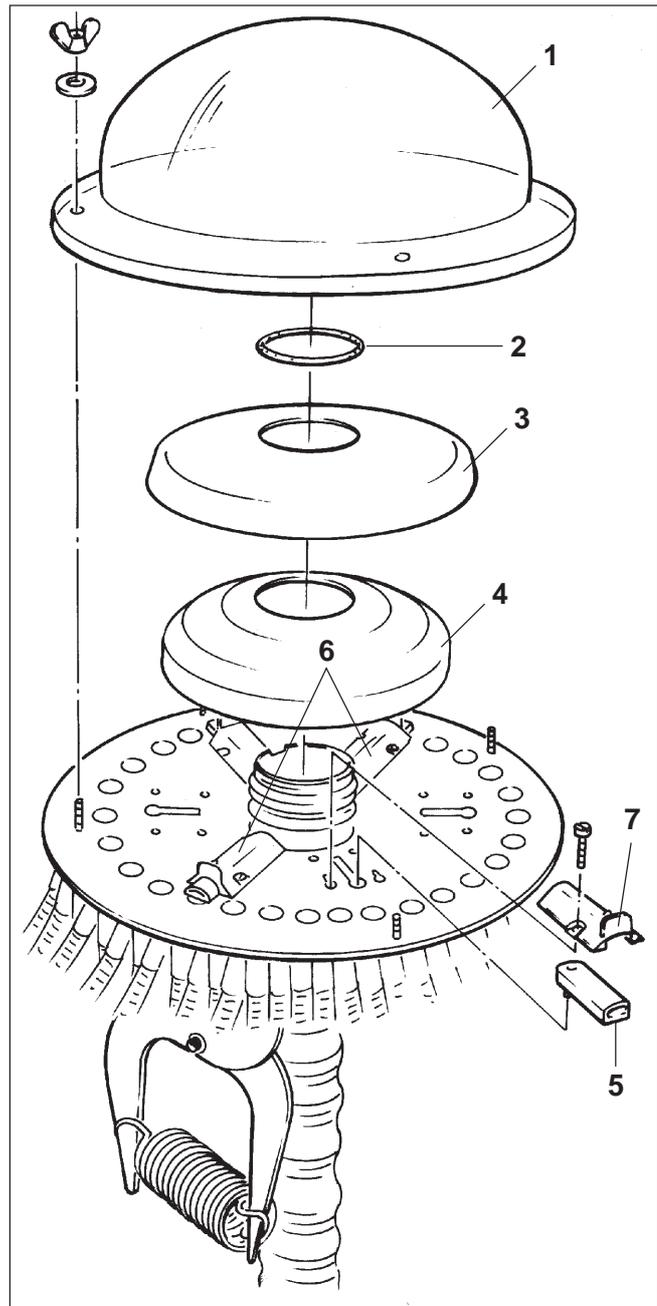

Fig. 26.23
- la cubierta de la cabeza distribuidora (fig. 26.23/1)
- la junta tórica (fig. 26.23/2) la tapa interna de la ca-beza distribuidora (fig. 26.23/3) y la guarnición de goma-espuma (fig. 26.23/4).
Se pueden montar hasta 6 correderas. Se deben montar cada vez en el disco de base dos correderas (fig. 26.23/6) diametralmente opuestas. Para el montaje/desmontaje de una corredera (fig. 26.23/5) hay que desmontar el túnel de dicha corredera (fig. 26.23/7).